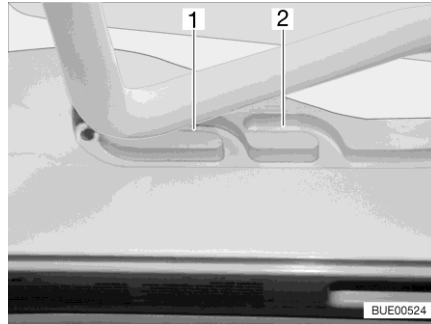
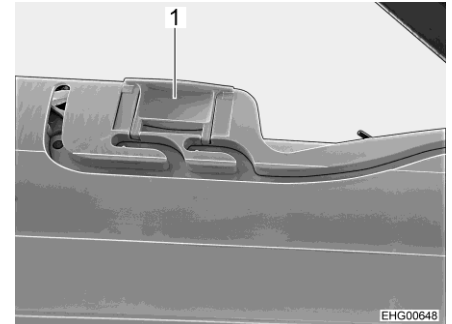

Bild 29 Spår (ventilationsläge)
Bild 30 Lås (ventilationsläge)
Heki-takluckan kan ställas i två ventilationslägen: Läget för dåligt väder (Bild 29,1) och mittläget (Bild 29,2). Beroende på modell kan takluckan låsas i mittläget med de båda spärrarna (Bild 30,1) till höger och vänster om ramen till takluckan.
- Tryck bygeln lätt uppåt och skjut in den i det valda spåret (Bild 29,1 eller 2) och lås eventuellt.